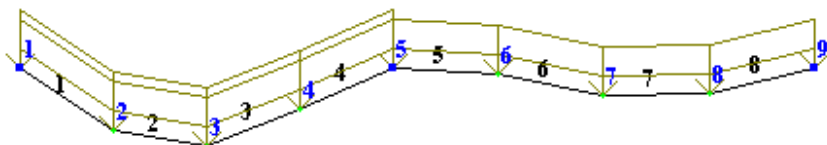

Рис.7.24. Расчетная схема балки с учетом перемещений узлов
- В режиме просмотра результатов расчета по умолчанию расчетная схема отображается с учетом перемещений узлов (рис.7.24). Для отображения схемы без учета перемещений узлов выполните пункт меню **Схема** ⇒ **Исходная схема** (кнопка  на панели инструментов).